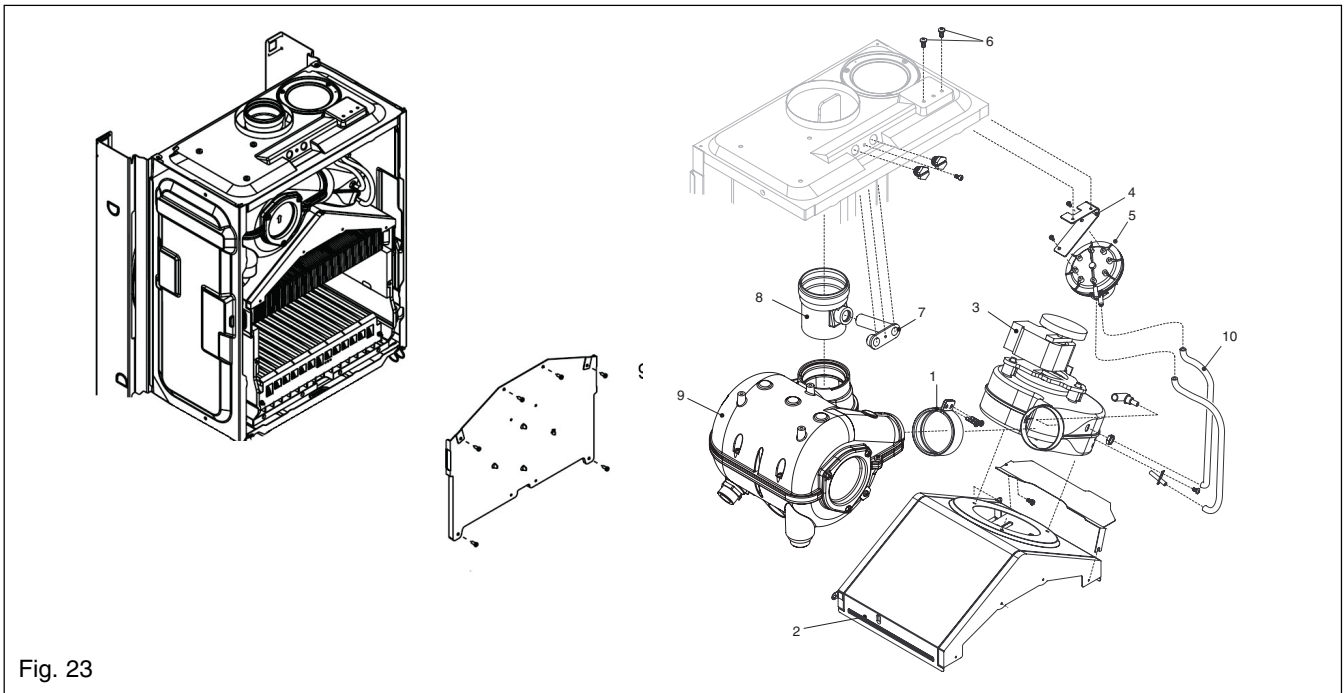

Fig. 23
**6.16 FLUE FAN fig. 23**
**6.18 AIR PRESSURE SWITCH fig. 23**
**6.17 MAIN HEAT EXCHANGER fig. 23/24**